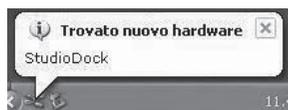

Figura 9
1. La prima volta che collegate gli StudioDock un una delle porte USB, Windows XP installerà i driver universali per quella specifica porta. Vedrete comparire un fumetto che vi segnala che è stato trovato un codec Audio USB (figura 9).